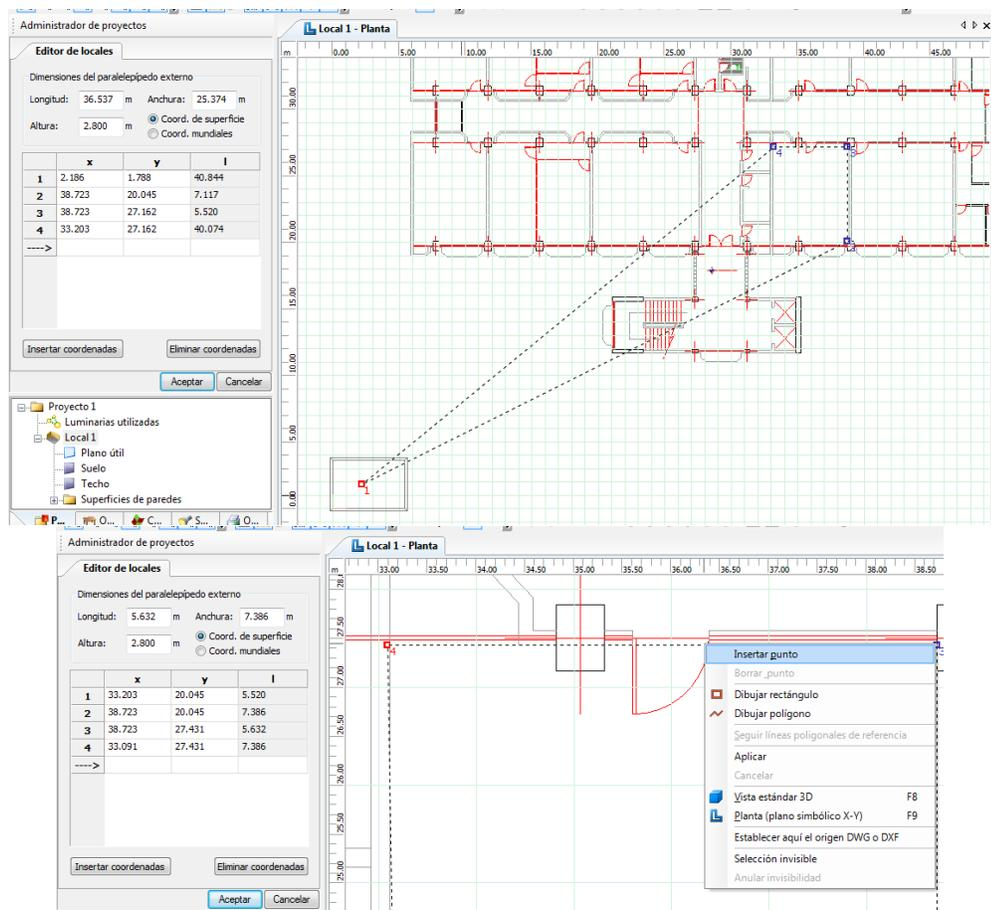

Figura 8. Levantamiento de paredes con su respectiva geometría del local.
- Al tener el plano en DIALux, se traslada la geometría del local al plano, de tal forma que los puntos se coloquen de manera que delineen todo el contorno del local como se muestra en la Figura 8, si el corredor es grande se insertan mas puntos ya que en las esquinas se deben insertar puntos para obtener una pared.